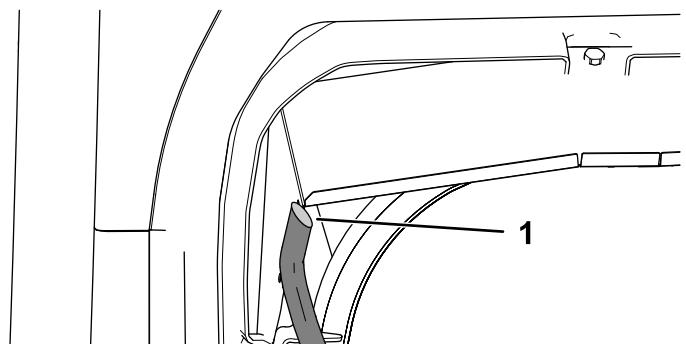

Figura 44
- 7. Aperte cada extremidade do tubo transparente e corte-a num ângulo de 45° (Figura 44).
- 8. Alinhe o tubo transparente com a parte inferior da calha de água de modo a que a parte superior do ângulo fique voltada para o lado exterior da máquina e instale-o (Figura 44).